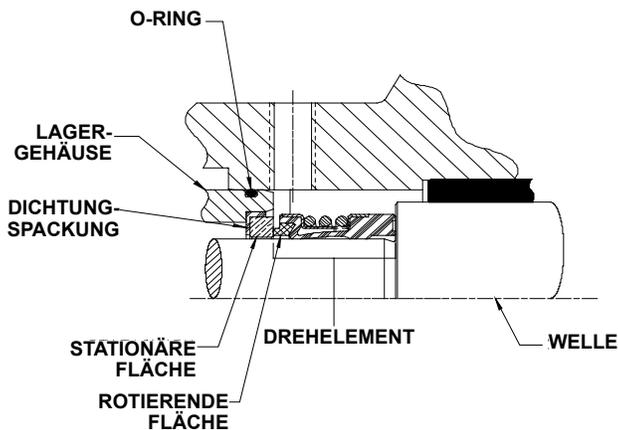

ABBILDUNG 7
9. Siehe **ABBILDUNG 7** und Anweisungen unter „GLEITRINGDICHTUNG“ auf Seite 6. Den Außendurchmesser der Dichtungspackung schmieren und das stationäre Element der Gleitringdichtung in das Ende des Lagergehäuses einsetzen. **Dabei beachten**, dass die glänzende Seite des Dichtungssitzes nach außen zeigt.